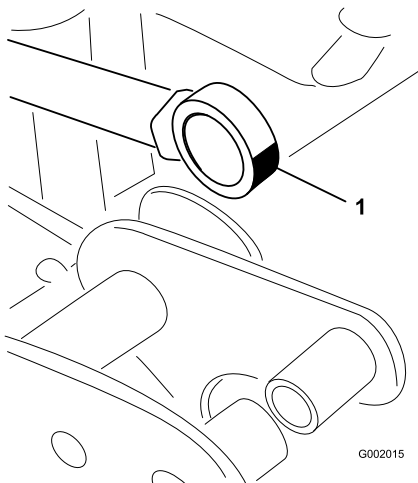

Figure 107
5. Faites pivoter le roulement au bout de la tige de vérin et appliquez de la graisse dans le roulement (Figure 107).